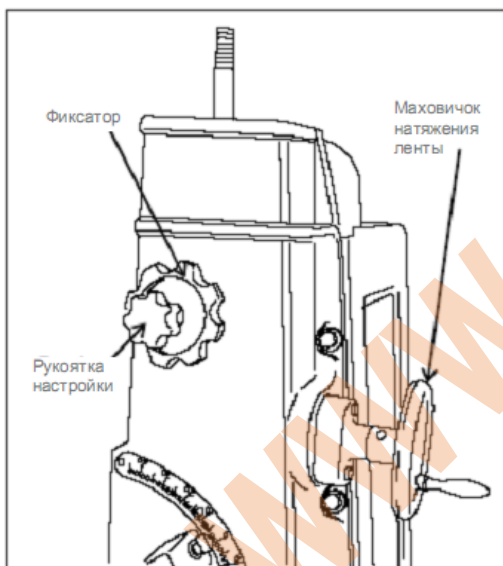

Рис. 7: Компоненты настройки смещения ленты (для замены и настройки верхняя крышка снимается).
4. Ослабить натяжение ленты, повернув рукоятку натяжения против часовой стрелки (Рис. 7). Если рукоятка поворачивается с трудом, то выполнить техническое обслуживание механизма смещения ленты в соответствии с инструкциями в данном разделе.